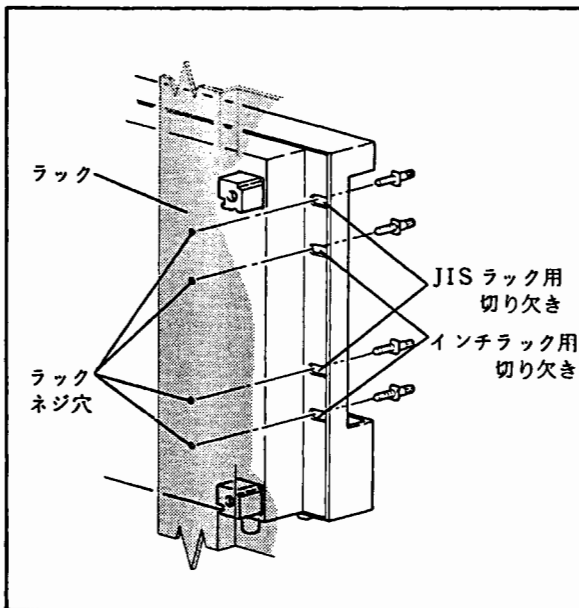

図 3.23
- (2) レコーダの切り欠き部分とラックのネジ穴を合せ、付属のネジで取付けてください。(図3.23参照)
- (3) ラックに取付けたあと、先ほどはずした細長い板を再び取付けてください。